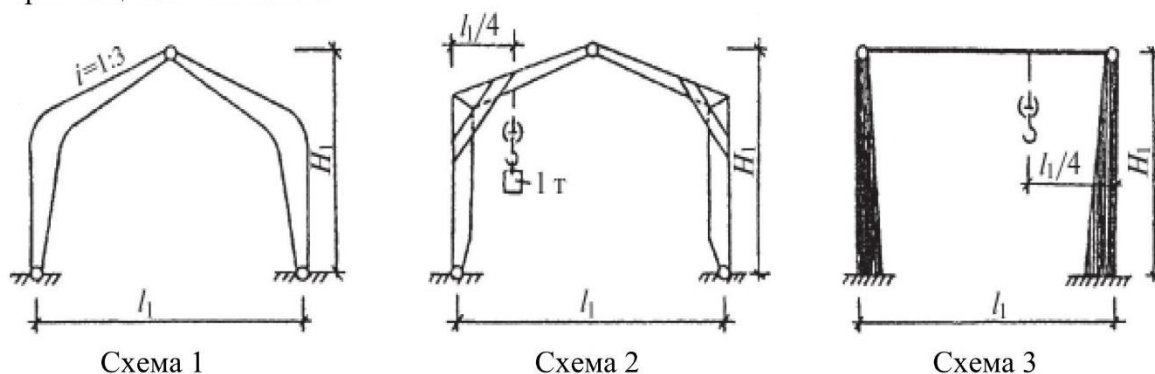

Рисунок 8. Схемы поперечных рам одноэтажного каркасного здания
4. В качестве несущих конструкций покрытий для схем 1–3 (рисунок 8) следует применять промышленные конструкции: клееные и клефанерные балки и фермы, металлодеревянные и другие типы ферм (по рекомендуемым в литературе схемам).